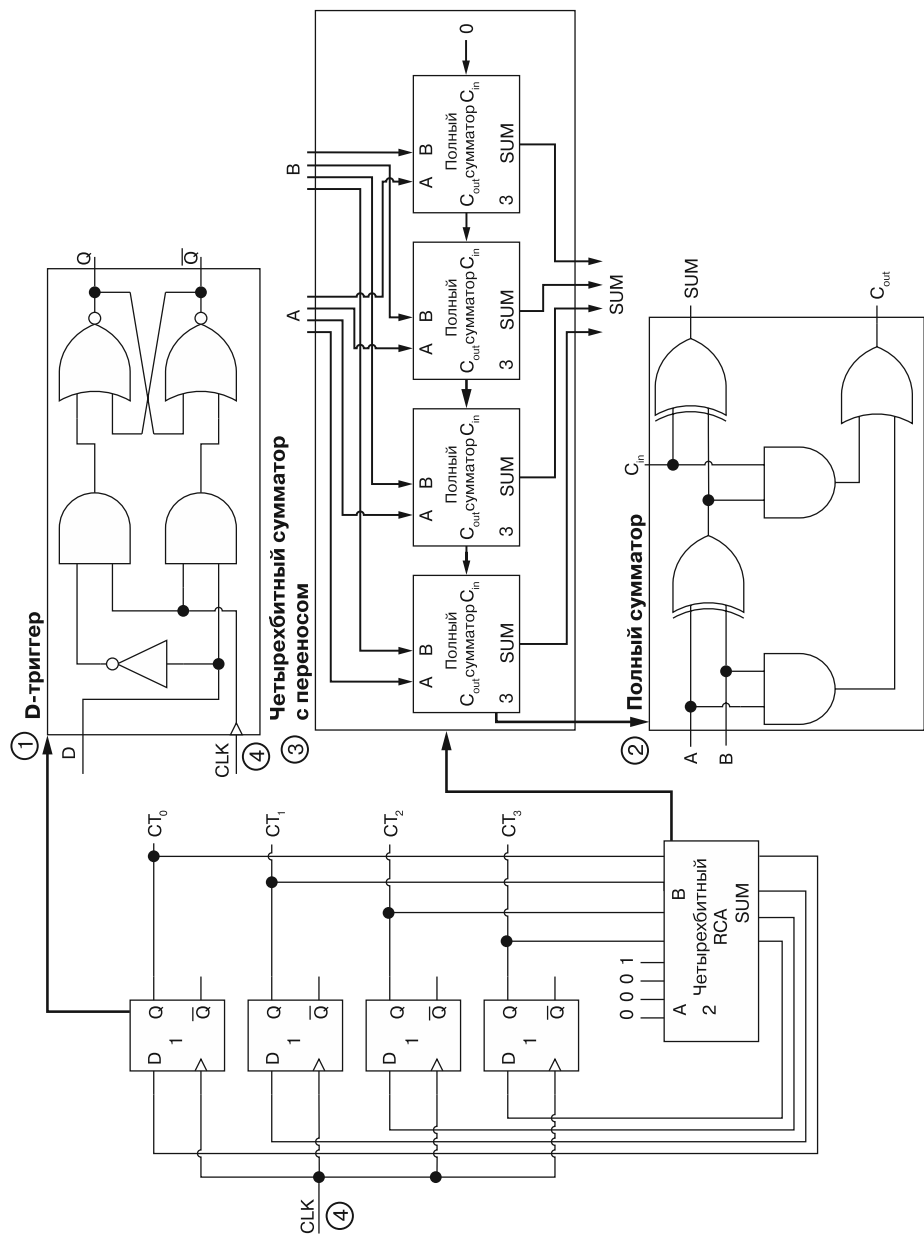

Рис. 5.1. Схема, которая увеличивает счетчик каждый такт
На рис. 5.1 показан пример четырехбитного счетчика: регистр состоит из четырехбитного регистра (четыре D-триггера ❶) и четырехбитного сумматора с переносом ❷ (состоящего из четырех полных сумматоров ❸). В устойчивом состоянии до тактового сигнала выход регистра подается на RCA, который добавляет к нему число 1 и подает результат этого добавления на вход регистра. Когда тикает сигнал ❹, регистр фиксирует этот вход, и выход регистра изменяется. Этот измененный вывод подается на RCA для расчета следующего значения счетчика и т. д.